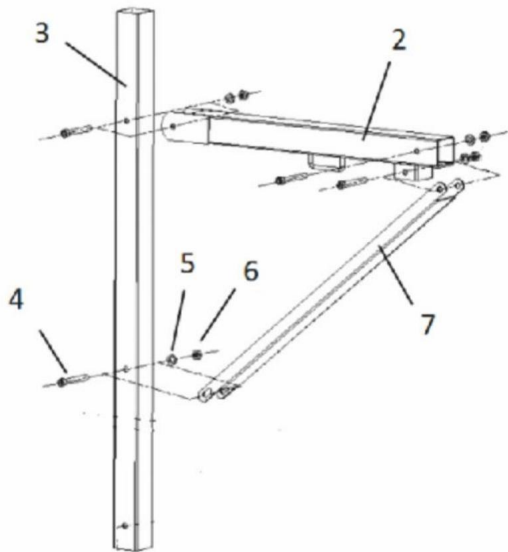

figure 3
- A. Assemblez la barre transversale (2) et la barre de support (7) à la barre verticale (3) à l'aide de 3 jeux de boulons (4), de rondelles (5) et d'écrous de blocage (6). Voir la figure 3.